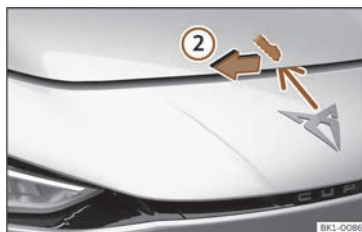

Fig. 190 Palanca baixo o capó.
- Para levantar o capó faga presión cara a esquerda coa palma da man cara abaixo na panca situada debaixo do capó, no centro >>> **fig. 190 ②**. Os ganchos de suxeición quedan desbloqueados.